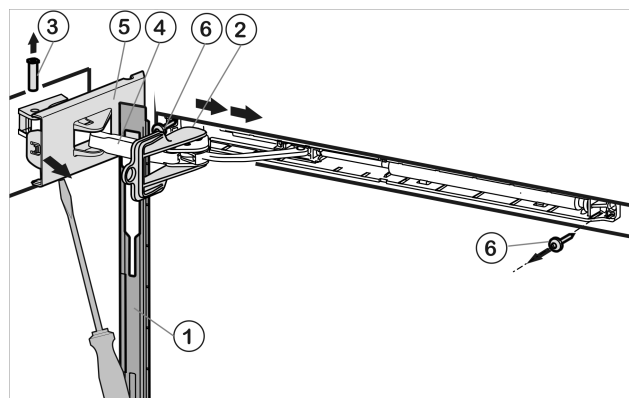

Fig. 55
- Pousser le panneau au-dessus de l'étrier de l'amortisseur Fig. 55 (4) vers l'avant, en direction de l'appareil.
- Encliquer le dispositif d'arrêt Fig. 55 (2) dans le trou oblong.
- Dévisser le cache côté charnière Fig. 55 (5) avec un tournevis jusqu'au premier enclenchement.
- Chasser le pivot Fig. 55 (3) par le bas.
- Pousser l'étrier de l'amortisseur Fig. 55 (4) direction porte.
- Défaire complètement le cache Fig. 55 (5) côté charnière et l'ôter.
- Ôter Fig. 55 (1) le panneau.
- Dévisser l'unité de l'amortisseur de fermeture (2 vis Torx 15) Fig. 55 (6).